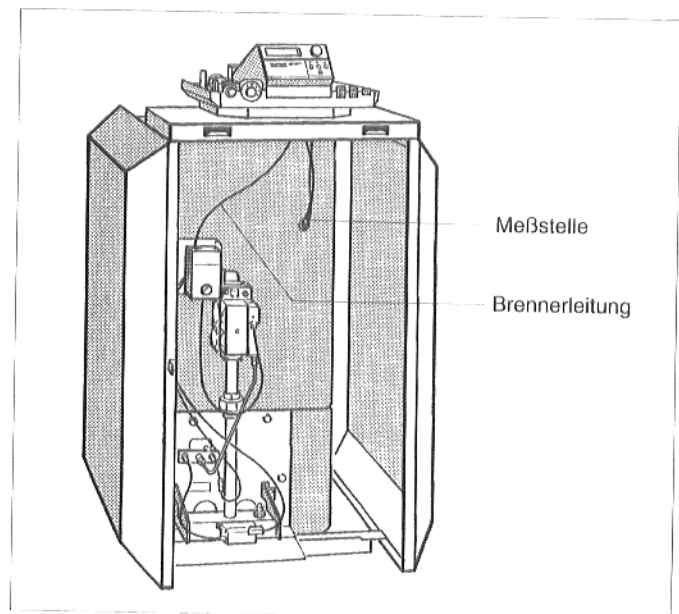

Abb. 16: Kesselvorderseite
- Kapillarrohre der Temperaturfühler und, bei "Ecomatic"-Regelung, die Kesselwassertemperaturfühlerleitung unter der vorderen Kesselhaube nach vorne zur Meßstelle führen. Dabei nur auf Bedarfslänge abrollen (Abb. 16).
- Brennerleitung, bei G124 XV auch die Pumpenschlußleitung, unter der vorderen Kesselhaube nach hinten zur Anschlußseite des Regelgeräts führen (Abb. 16).